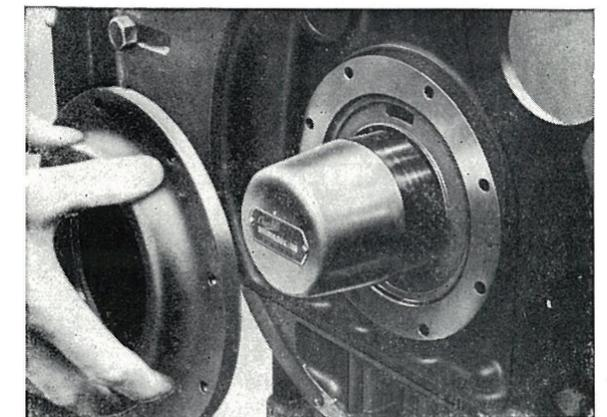

FIG. 33
- e) Mettre en place le joint papier et monter le joint Spi et son support à l'aide de l'outil de service FT 105 A (voir fig. 33).